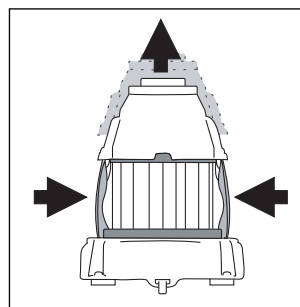

Fig. 25
- Druk lichtjes op de twee lipjes en til het bovenste deel op (fig. 25).